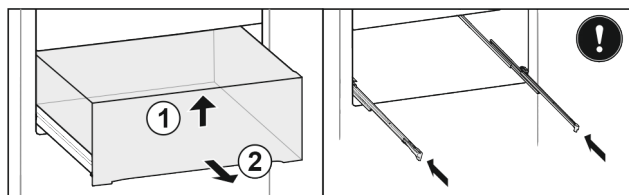

Fig. 27*
- ▶ Ridicați sertarul față Fig. 27 (1).*
- ▶ Extrageți spre înainte Fig. 27 (2).*